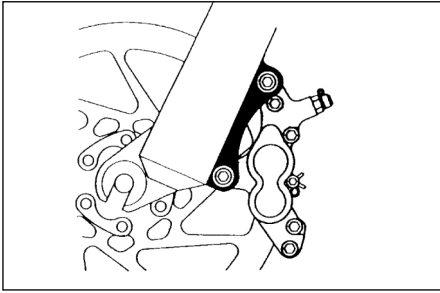
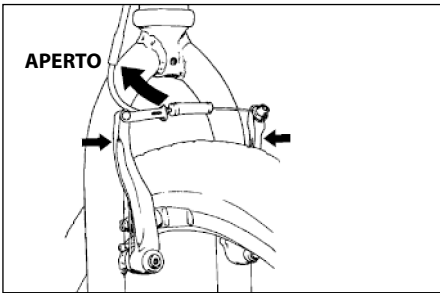

Figure 11.
Figure 12.
3. Alcuni freni delle biciclette, come i freni a disco (fig. 11) e i freni a tiraggio lineare (fig. 12), Sono estremamente potenti. Familiarizzarsi bene con questi freni e prestare maggior attenzione quando si usano.